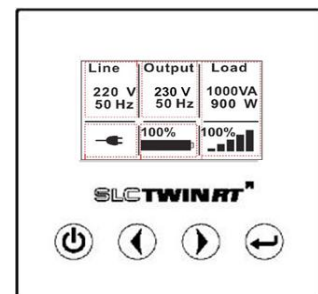

Abb. 1: Bedienfeld
- Vier Bedientasten (siehe Abb. 1).
Tabelle 1: Tastenfunktionen des Bedienfeldes (Abb. 1)